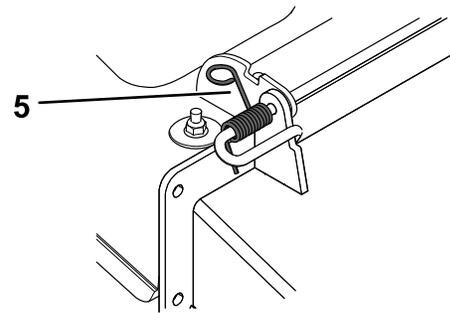

Figure 37
1. Désengagez le ressort du cran dans le support de déflecteur et sortez la tige des supports soudés du tablier, du ressort et du déflecteur d'éjection (Figure 37).